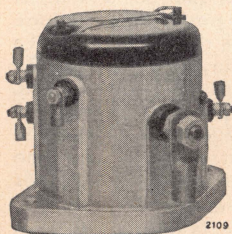

Fig. 3. Relais type DRN
- 2° Relais électromagnétique (Fig. 3) type DRN (pour les démarreurs de 2, 3, 4 et 6 CV) ou DRGN (pour les démarreurs de 6,5, 13 et 32 CV).